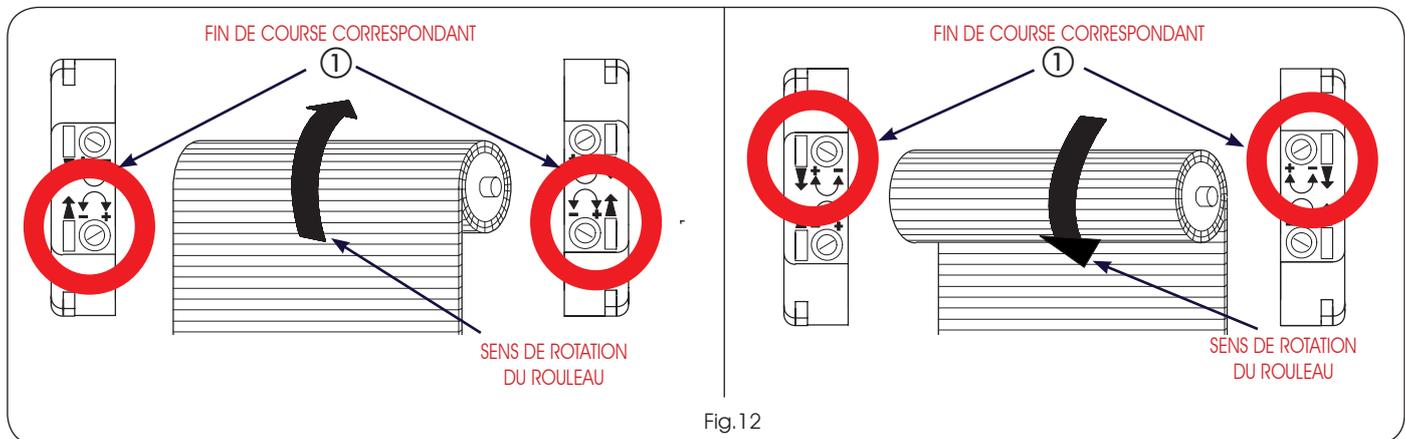

Fig.12
- 2) Avec l'outil de réglage, tourner la vis du fin de course correspondant au sens de rotation de montée du rouleau (Fig.12 réf.①), vers le signe plus (+) pour augmenter la course du rideau à enroulement, vers le signe moins (-) pour la diminuer.